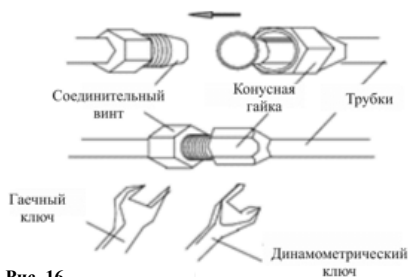

Рис. 16
• Далее, плотно закручивайте конусную гайку динамометрическим ключом до тех пор, пока динамометрический ключ не издаст звук "щелчок" (рис. 16).